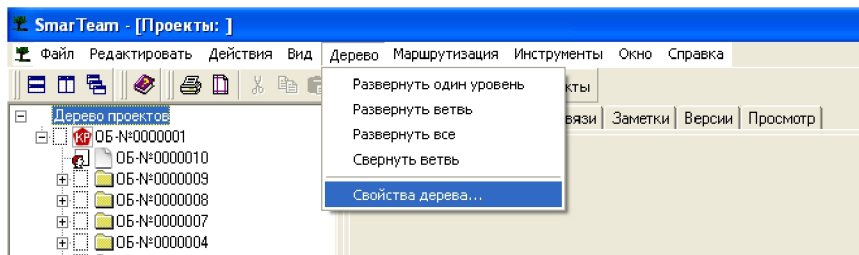

Рис. 6– Исправление вида дерева
1. В главном меню выберите пункт «Дерево» → «Свойства дерева» (рис. 6).